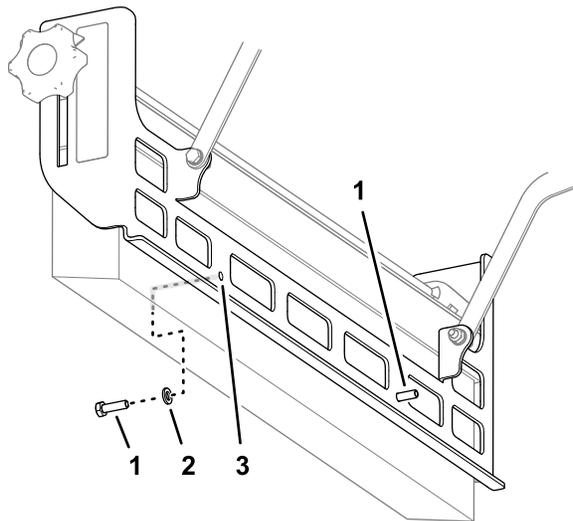

**Figure 9**
4. Abaissez la machine avec précaution (Figure 9).